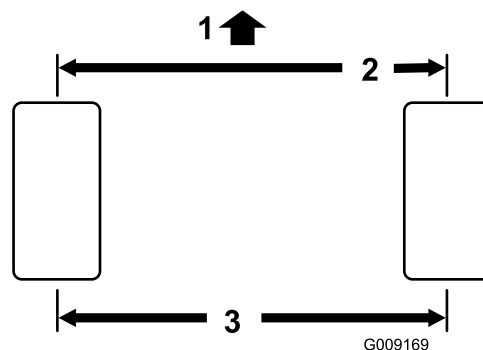

Figura 70
1. Mida la distancia entre centros (a la altura del eje) en la parte delantera y trasera de los neumáticos de dirección. La distancia delantera debe ser de 3 mm menos que la trasera (**Figura 70**).